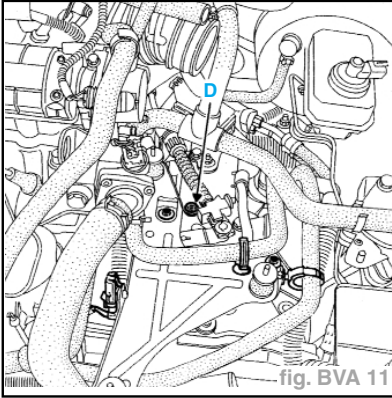

fig. BVA 11
- Le remplissage s'effectue par le trou (D) (fig. BVA 11).